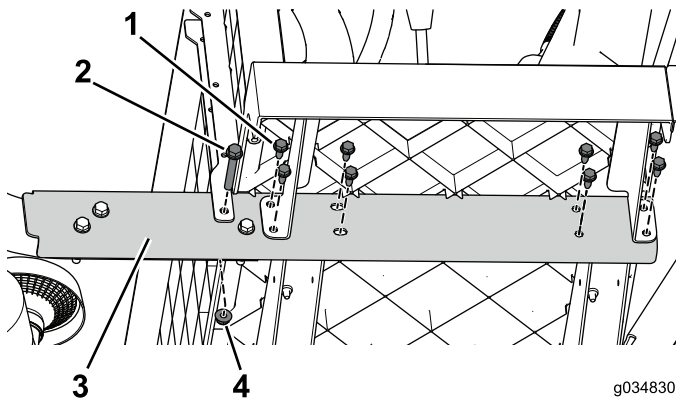

Bild 16
2. Entfernen Sie die Bundbolzen ($\frac{3}{8}$ " x $2\frac{1}{2}$ ") und Muttern, mit denen die Seitenschiene an der Maschine befestigt ist (Bild 16). Führen Sie dies an beiden Seiten der Maschine aus.
3. Arbeiten Sie von der Vorderseite zur Rückseite und entfernen Sie die Bundbolzen ($\frac{5}{16}$ " x $\frac{3}{4}$ "), mit denen die Seitenschiene an der Maschine befestigt ist (Bild 16). Führen Sie dies an beiden Seiten der Maschine aus.